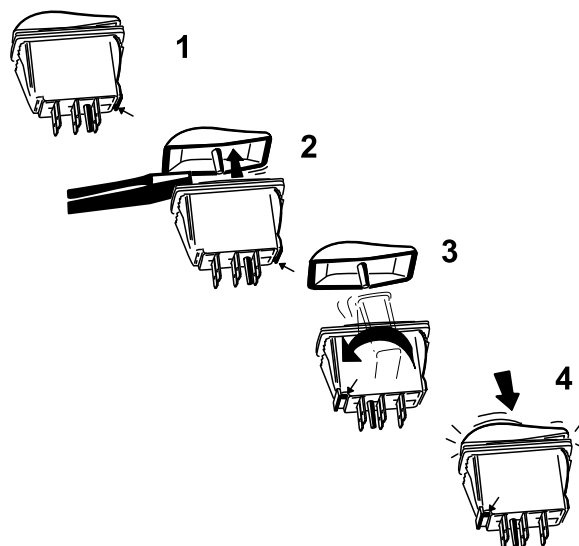

Figura 22
C. Mantenga la posición de la tapa del interruptor y gire el cuerpo del interruptor 180 grados de modo que la muesca quede en la esquina delantera izquierda (Figura 22).
D. Presione las tapas de los interruptores para encajarlas en los cuerpos en su nueva orientación (Figura 22).
- Usando un destornillador de punta plana u otra herramienta similar, haga palanca suavemente para separar las tapas de los interruptores basculantes de los cuerpos de los interruptores (Figura 22).